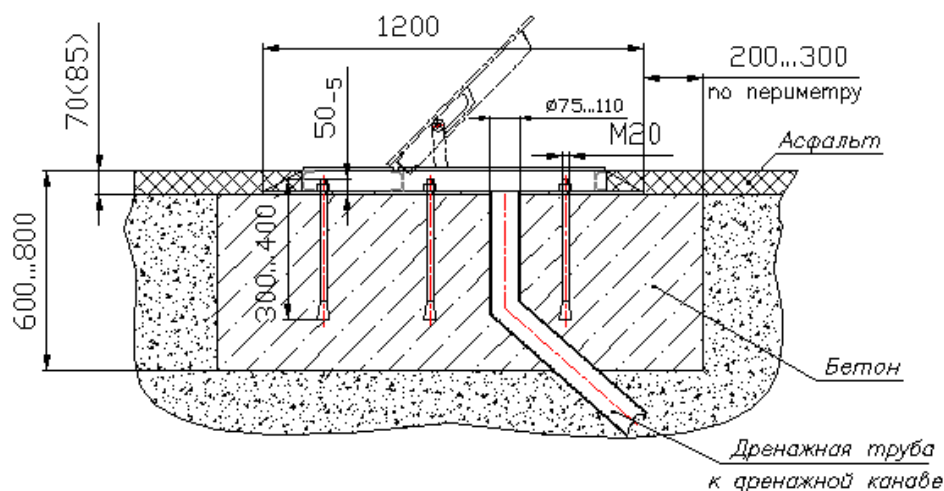

Рисунок 3.
- если ПЗП **заглубляемого** типа, то при бетонировании подушки необходимо учесть величину заглубления в зависимости от типа привода ПЗП (электромеханический - 85мм, гидравлический - 70мм) (**Рисунок 3**);